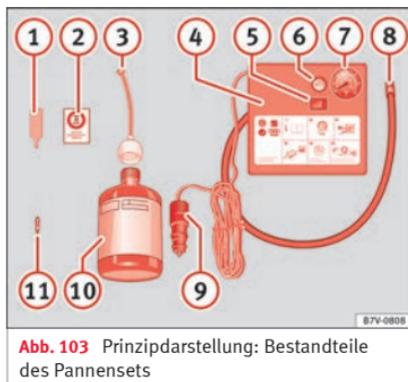

Abb. 103 Prinzipdarstellung: Bestandteile des Pannensets
Das Pannenset befindet sich im Gepäckraum unter dem Bodenbelag. Enthält folgende Bestandteile » Abb. 103:
Den Reifenfüllschlauch » Abb. 103 ⑧ wieder anschließen und den Reifenfülldruck an der Reifenfülldruckanzeige ⑦ ablesen.